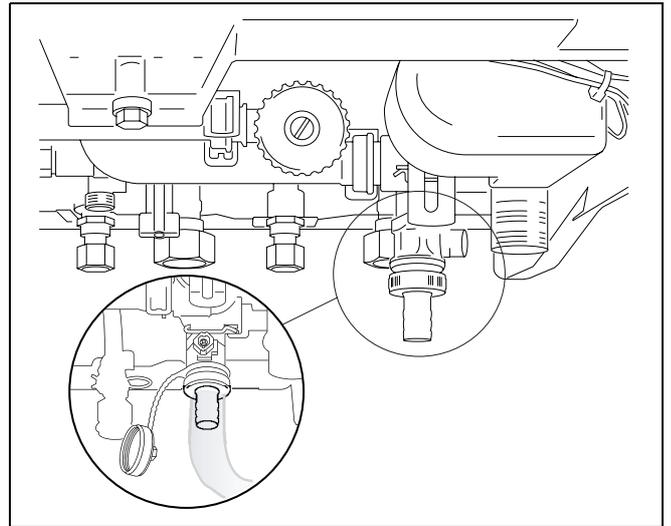

Abb. 17 Heizungsanlage füllen (hier: Kombigerät mit Füllhahn)
- Schlauch an den Füllhahn im Gerät anschließen (Abb. 17).